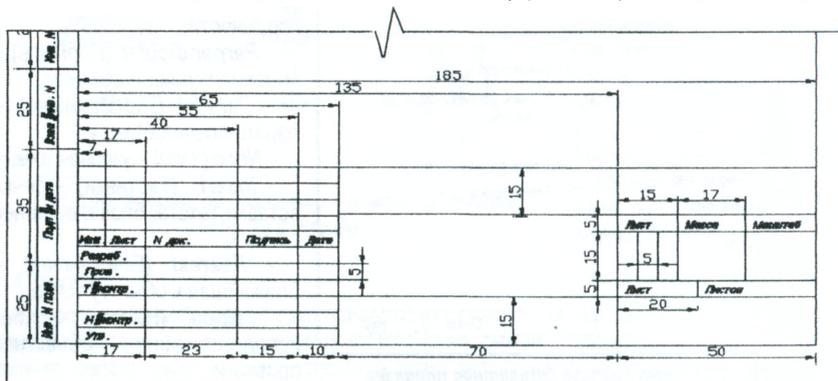

Рис. 2.12. Угловой штамп конструктивного чертежа
6. Создайте чертеж стандартного листа формата A3 (Форматка) и сохраните его на диске как шаблон (расширение имени файла .dwt.) (рис. 2.12). Размеры на рисунке не